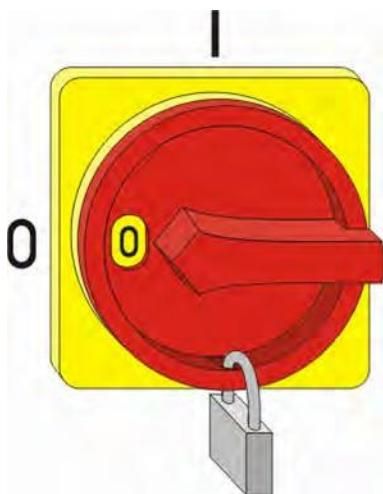

Рис. 5: Предохранение главного выключателя
2. ➤ Предохраните главный выключатель при помощи замка (Рис. 5).